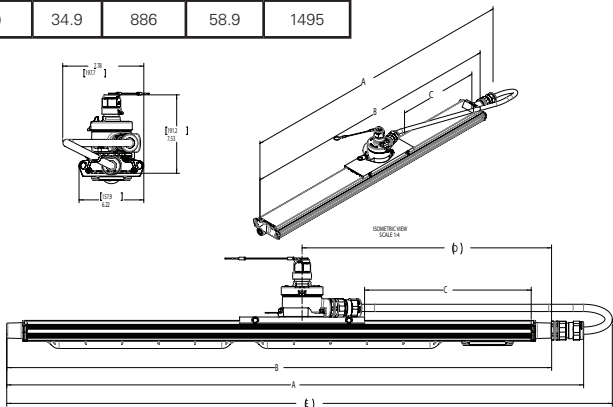

Figure 10
- Poser le support de fixation coulissant avec la boîte de jonction sur la bride de montage du luminaire, comme illustrée à la figure 10. Régler la position de la fixation coulissante selon la distance C indiquée dans le tableau. Remarque : la distance C se rapporte à l'extrémité de la bride de montage du luminaire.
- Installer un (1) corps fileté de presse-étoupe à la boîte de jonction et un (1) corps fileté de presse-étoupe au plot sur l'extrémité du circuit de commande du luminaire. Se reporter à la fiche IF1647 pour des directives sur l'installation du raccord TMCX et sur la préparation du câble.
- Placer le câble de manière similaire à celle illustrée à la figure 10.
- Ouvrir le couvercle du circuit de commande en desserrant les quatre (4) vis du couvercle en acier inoxydable no 10-32 x 0,75 po. (Voir la figure 10) Tous les composants dans le luminaire sont câblés; ainsi, il ne reste qu'à raccorder le fil de phase, le fil neutre et le fil de mise à la terre aux bornes ou fils conducteurs du luminaire selon les schémas de câblage (voir les figures 15 et 16), à l'aide de méthodes conformes aux codes applicables. Raccorder d'abord le conducteur de mise à la terre (vert) de l'équipement, puis le courant (blanc) et la tension composée (noir). Pour les applications en tension continue, raccorder le fil positif (+) au fil blanc et le fil négatif (-) au fil noir. Serrer tous les raccordements électriques. Remarque : les orifices standards sont de 3/4 po NPT.
- Remettre le couvercle du circuit de commande en place et serrer les quatre (4) vis de montage du couvercle au couple de 31 po-lb (3,6 N.m).